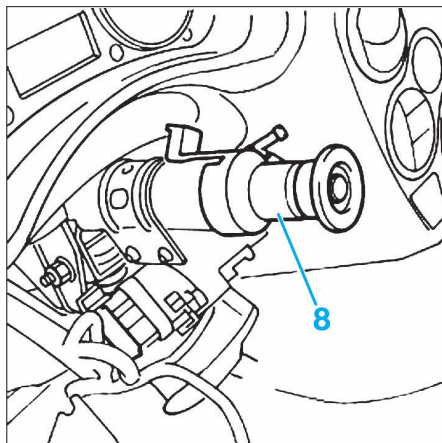

FIG. 8
- Mettre en place sur la colonne de direction un outil de blocage et de repérage (8) (outil réf. 1.870.761.000) (Fig.8).